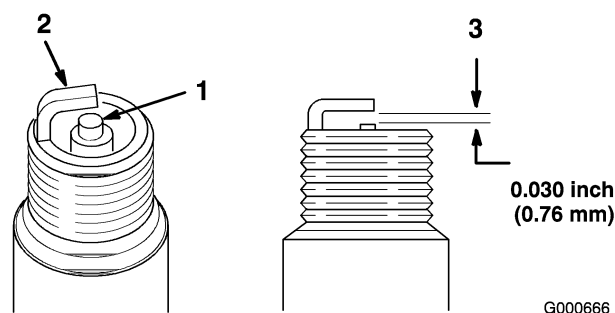

Figura 37
1. Controllate il centro della candela (o candele) (Figura 37). Se l'isolatore è marrone chiaro o grigio, il motore funziona correttamente. Una patina nera sull'isolatore significa in genere che il filtro dell'aria è sporco.
2. Controllate la distanza tra gli elettrodi centrale e laterale (Figura 37). Piegate l'elettrodo laterale (Figura 37) se la distanza non è corretta.